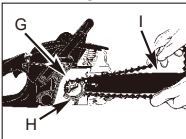

Fig. 3E
8. Lägg kedjan runt drivhulet (G) bakom kopplingen (H). Se till att länkarna passar mellan kughulets tänder. (Fig. 3E)
9. För in drivlänkarna i spåret (I) och runt svärdets ände. (Fig. 3E)